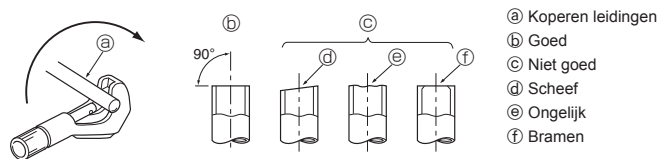

Fig. 5-2
5.2.1. Leidingen snijden (Fig. 5-2)